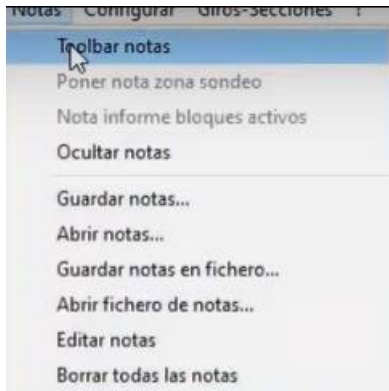

Figura 262. Notas.
71. Presionar clic en el menú superior “Notas” y activar la barra de herramientas de notas. Figura 262.